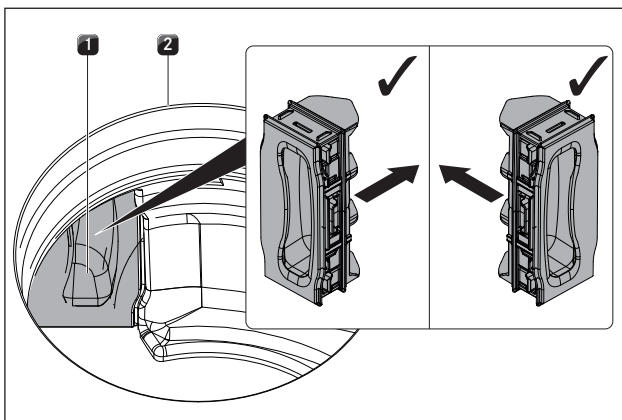

bild 8.11 Sätta i filterbytesklaffen
- ▶ Inne i inströmningsöppningen trycker du filterbytesklaffen in i filterkåpans öppning tills det är stopp (Montera filterbytesklaff se bild 8.11).